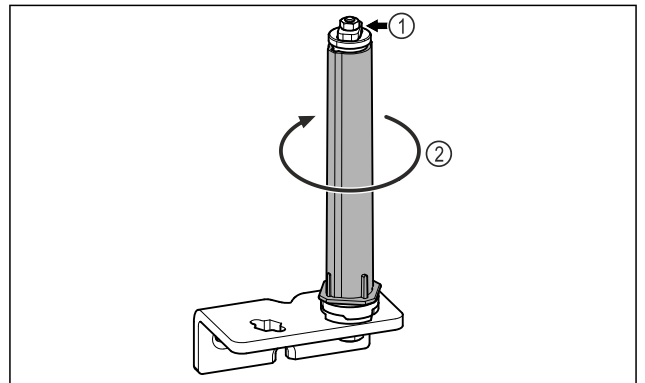

Fig. 29
- ▶ Не разбирайте систему закрытия двери Fig. 29 (1).
- ▶ Поворачивайте систему закрытия Fig. 29 (2) до щелчка.